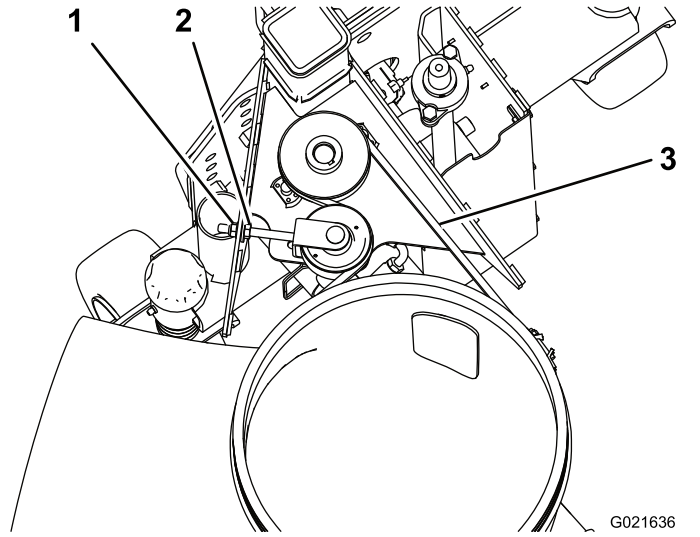

Bild 27
1. Drücken Sie den Treibriemen, in der Mitte der längsten Spannweite, mit einer Kraft von 30 Nm ein (Bild 27).
3. Lösen Sie die Sechskantmutter und ziehen Sie die Bundmutter an, um die Treibriemenspannung (Bild 27) zu erhöhen.